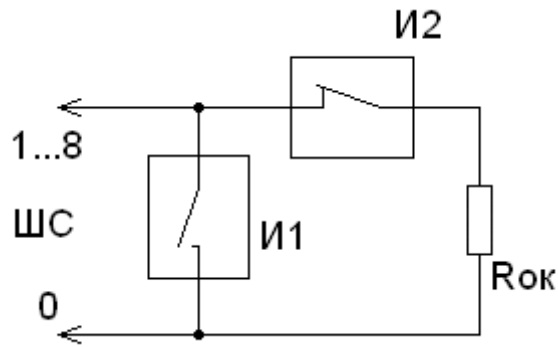

Рис. 3.3.
3.7. Схема подключения извещателей к БУ приведена на рис. 3.3.